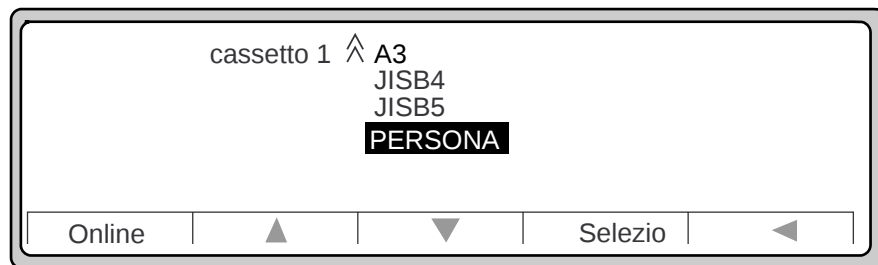

Figura 3-16 Formato della carta (continuazione delle opzioni)
5. Premere Selezio per selezionare il formato della carta personalizzato (Figura 3-16).